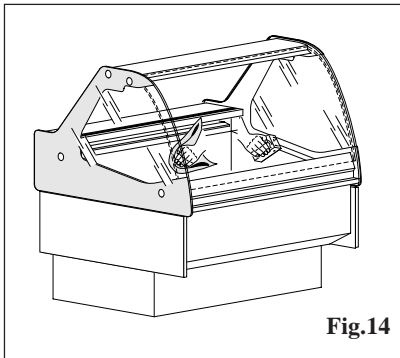

Fig.14
- con una spugna o un panno umidi, usando acqua tiepida e senza detersivi, pulire l'interno della vetrina, come mostrato in Fig.14.
- clean the inside of the display cabinet, using a damp sponge (or cloth) and tepid water, but no detergents (fig.14).
- nettoyer l'intérieur de la vitrine, avec une éponge ou un torchon humide et de l'eau tiède, sans détergant comme indiqué en fig. 14.
- mit einem Schwamm oder feuchten Lappen das Innere der Vitrine putzen. Verwenden Sie nur lauwarmes Wasser ohne Reinigungsmittel (Abb.14)
- con una esponja o un pano húmedo, utilizando agua tibia y sin deterativos, limpiar el interno de la vitrina como es indicado en la fig.14.